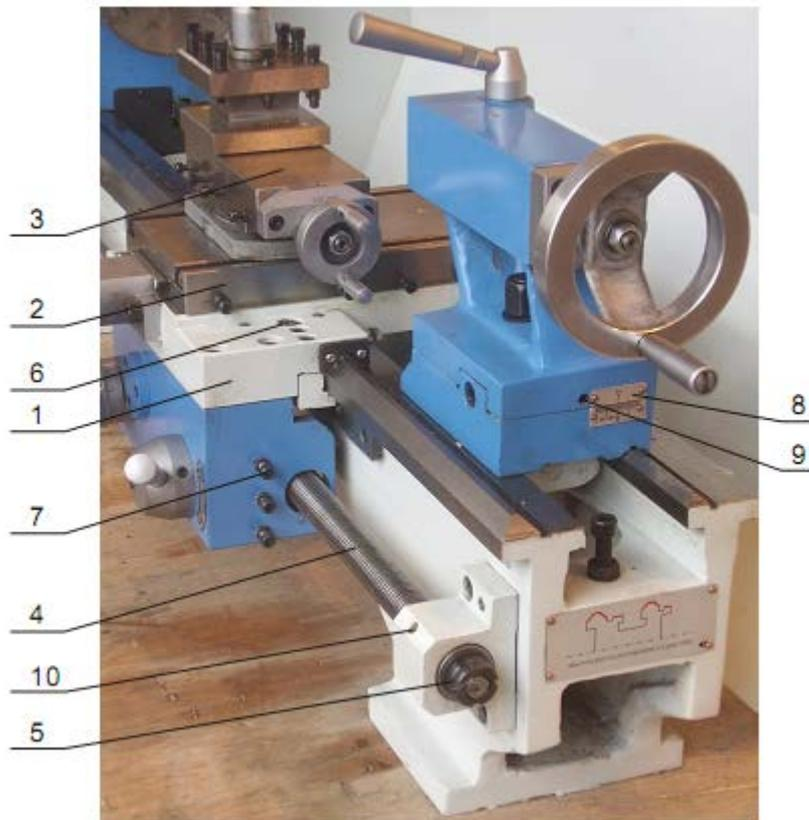
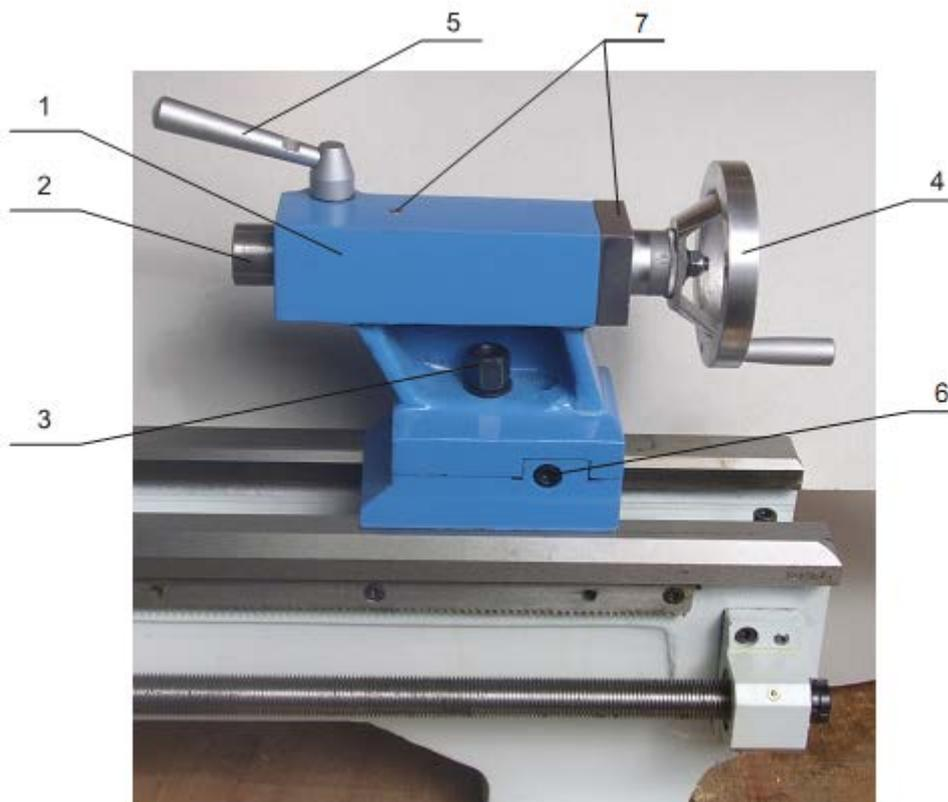

Рисунок 7
Рисунок 9
Каретка 1 (рисунок 7) является базирующим элементом суппорта. Она изготовлена из высокопрочного чугуна. Продольные направляющие каретки отшлифованы и точно сопряжены направляющими станины. Необходимый зазор между направляющими станины и каретки обеспечивается прижимными планками, расположенными на нижней плоскости каретки.
Поперечные салазки 2 (рисунок 7) установлены на верхние (поперечные) направляющие каретки соединением «ласточкин хвост», зазоры в соединении регулируются клином. Перемещение салазок обеспечивается вращением маховика. Для отсчета величины перемещения салазок на маховике имеется лимб.
Верхние салазки 3 (рисунок 7) установлены на поперечные салазки через поворотную плиту и могут устанавливаться под углом к оси вращения шпинделя. Перемещение подвижной части верхних салазок производится вращением маховика. Для отсчета величины перемещения салазок на маховике имеется лимб.
Ходовой винт 4 (рисунок 9) расположен вдоль передней части станины и служит для продольной автоматической подачи. С левой стороны он соединен с коробкой передач. Ходовой винт имеет две подшипниковые опоры. Осевой зазор винта в опорах регулируется гайками 4 (рисунок 9).
Задняя бабка 1 (рисунок 9) базируется (перемещается) на плоской и V-образной направляющих станины и может быть зафиксирована от перемещения затягиванием гайки 3 (рисунок 9) зажимного устройства. Задняя бабка имеет выдвижную пиноль 2 (рисунок 9) с конусным отверстием Морзе № 2 и градуированной шкалой, нанесенной на наружной поверхности пиноли. Жесткость задней бабки рассчитана на тяжелые режимы работы. Пиноль перемещается вращением маховика 4 (рисунок 9), расположенного на заднем торце бабки, и может быть зафиксирована в нужном положении рукояткой 5 (рисунок 9) механизма зажима пиноли.
Для блокировки перемещения суппорта затяните винт 6 (рисунок 7), для разблокировки – ослабьте.
Перемещение задней бабки по направляющим станины производится вручную. Ослабьте гайку 3 (рисунок 9) зажимного устройства бабки, передвиньте бабку в нужное положение, снова затяните гайку.
Выдвижение пиноли 2 (рисунок 9) из корпуса бабки и утопление ее обратно в корпус производится вращением маховика 4 (рисунок 9). Рукояткой 5 (рисунок 9) ослабьте зажим пиноли, вращая маховик переместите пиноль на нужный размер, зажмите пиноль поворотом рукоятки.
Регулировка смещения задней бабки от оси вращения шпинделя производится при точении конусных поверхностей. Величина смещения определяется по шкале 8 (рисунок 7), находящейся на заднем торце основания бабки. Смещение производится при помощи двух винтов 6 (рисунок 9), расположенных на боковых поверхностях основания бабки с обеих сторон. Ослабьте стопорный винт 9 (рисунок 7) и гайку 3 (рисунок 9). Ослабьте винт 6 (рисунок 9) с одной боковой стороны бабки и затягивайте аналогичный винт с противоположной стороны пока необходимая величина смещения не отразится на шкале. Затяните стопорный винт 9 и гайку 3.
8.6 Смазку подшипника правой опоры ходового винта производите ежедневно через смазочное отверстие 6 (рисунок 9) жидкой смазкой.
8.11 Смазку задней бабки производите через смазочные отверстия 7 (рисунок 9) жидкой смазкой.